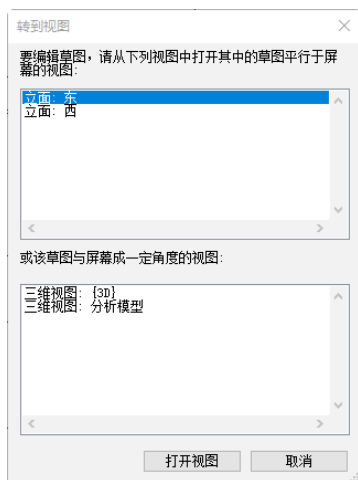

图 15-123 “转到视图”对话框
(14) 单击“结构”选项卡“工作平面”面板中的“设置”按钮, 打开“工作平面”对话框, 选择“拾取一个平面”单选项, 单击“确定”按钮。
(15) 在视图选择步骤(13)创建的参照平面。打开“转到视图”对话框, 如图 15-123 所示,